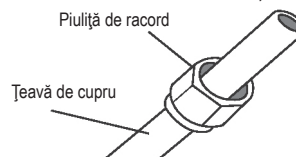

Fig. 6.3
3. Amplasați piulițe de evazare la ambele capete ale țevelor. Asigurați-vă că acestea sunt orientate corect, deoarece nu le puteți monta și nu le puteți schimba direcția după evazare. Consultați Fig. 6.3